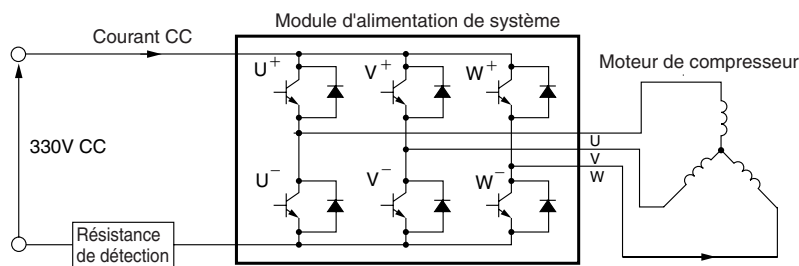

Fig. 8-6
(1) Comme indiqué sur Fig. 8-6, les transistors U⁺ et V⁻ du module d'alimentation sont excités pour que le courant soit appliqué au bobinage du moteur.